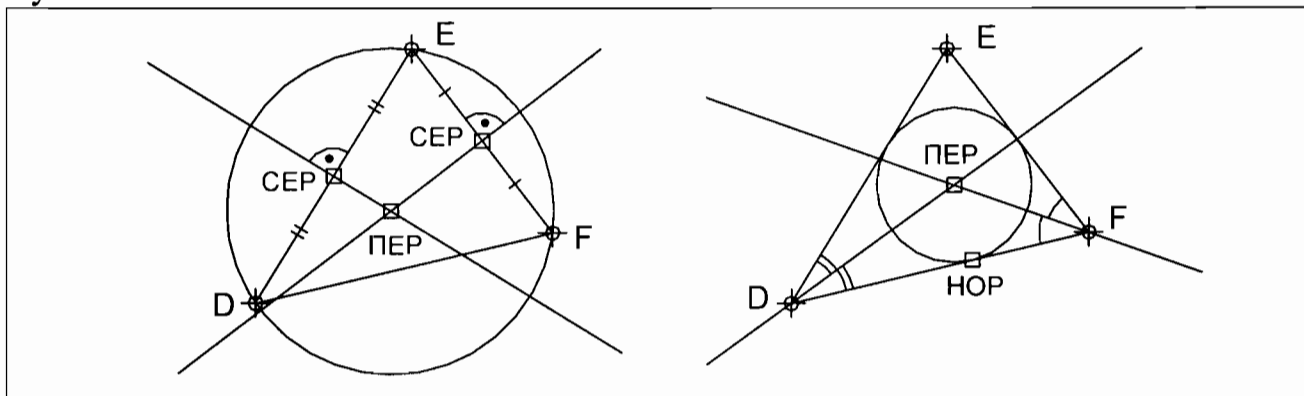

Рис.10
8. Командой ПРЯМАЯ построить две вспомогательные прямые, перпендикулярные сторонам треугольника DEF и проходящие через их середину (рис.10), для чего использовать опции Угол и Базовая линия, а также привязку СЕР.
9. Командой ПРЯМАЯ построить две вспомогательные биссектрисы углов треугольника DEF (см. рис.10), для чего использовать опцию Бисект.